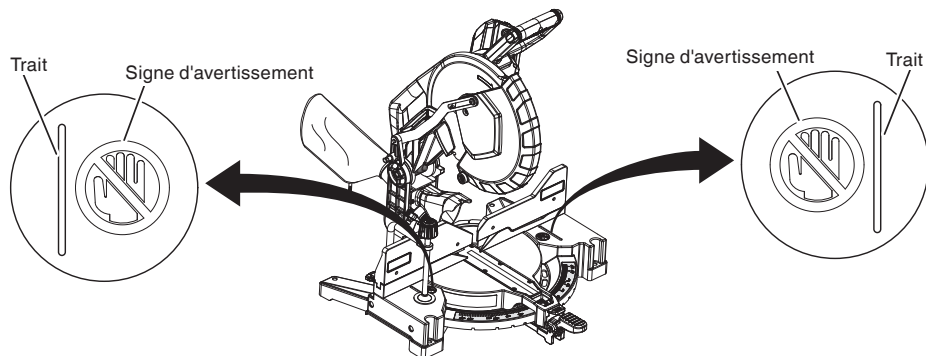

Fig. 16
- * Ne jamais amener les membres à l'intérieur de la ligne à côté du signe d'avertissement pendant que l'outil fonctionne. Cela pourrait être dangereux (voir Fig. 16).